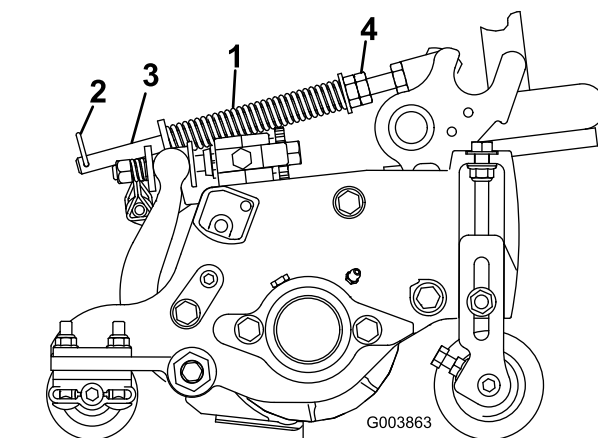

図 14
1. ヘアピンコッターがスプリングロッドの後の穴に差し込まれていることを必ず確認しおいてください図 14。
2. スプリングロッド前部の六角ナットを締めて、スプリング圧縮状態の長さが127 mm になるようにする図 14。